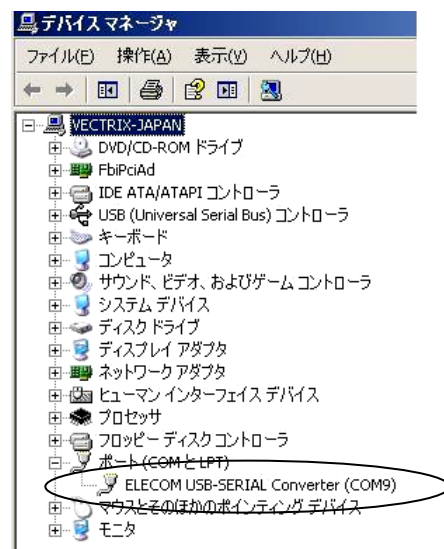

図 1-2 デバイスマネージャで COM 番号を確認
で COM 番号を確認します。(☞3.1 (1)項で使用します。) COM の後に表示される数字が COM 番号です。(図 1-2)